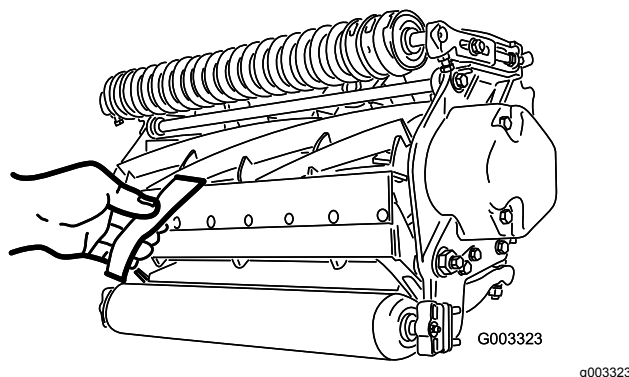

图14
- 在滚刀与底刀间插入一长条 Toro 剪切性能纸纸要与底刀垂直检测剪切性能 图14。